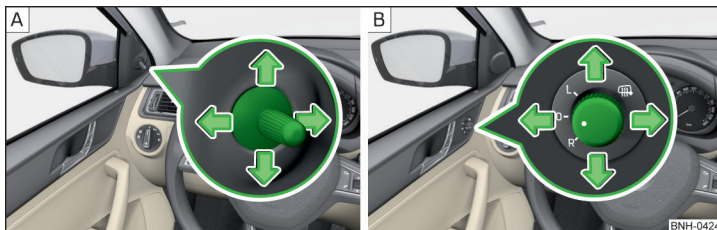

Fig. 52 Operarea oglinzii exterioare: mecanic/electric
► Pentru reglarea suprafeței oglinzilor, rotiți butonul în sensul săgeților » fig. 52.
Butonul rotativ pentru reglarea electrică a oglinzii poate fi mișcat în următoarele poziții » fig. 52 - [B].